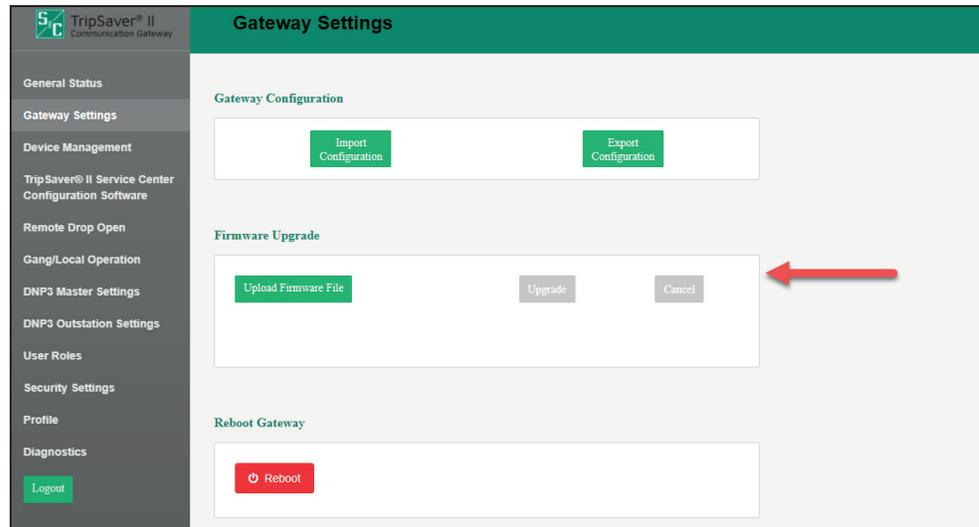

Figura 26. Panel de Actualización del Firmware.
Este panel habilita la carga de las versiones del firmware en el gateway de comunicación. Vea la Figura 26.
PASO 2. Dé clic en el botón **Upload Firmware File (Cargar Archivo de Memoria)** en el panel de Firmware Upgrade (Actualización de la Memoria). Vea la Figura 26.